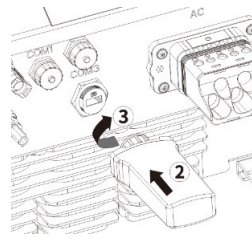

Fig. 19: Racordarea stick-ului WLAN
- 4 Introduceți cablul de rețea în COM1 sau COM2 (a se vedea fig. 19. respectați succesiunea și sensurile indicate de săgeată)